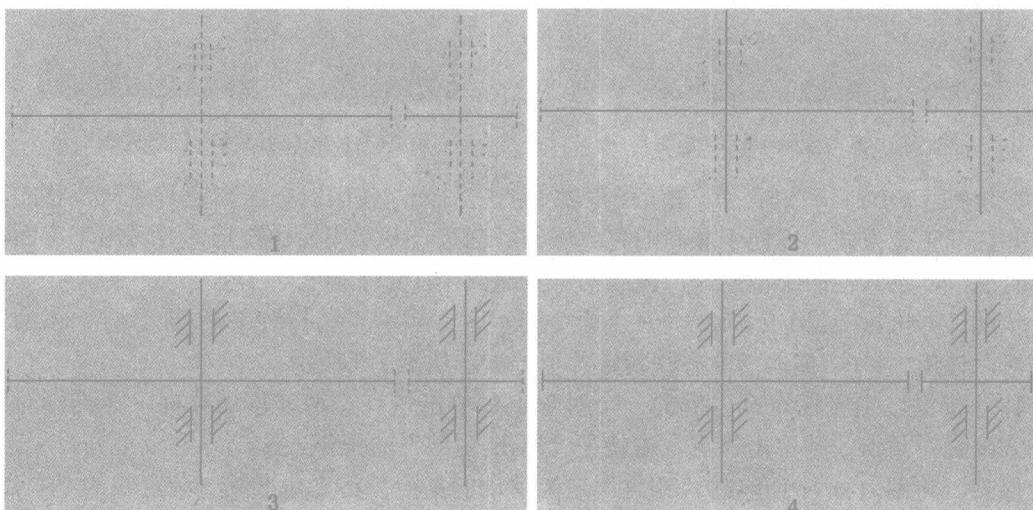

图 1-1 按顺序绘制图形
- 绘制教程中图 1-1 所示的机械传动简图。
先参阅本章的内容，绘制好教程中图 1-58 所示的结果，然后按下述步骤继续操作，其所绘图形顺序如图 1-1 所示。
此后，用户可参照上面的操作，绘制出教程中图 1-1 中所示的其他图形对象。而且用户可采用的操作步骤是多种多样的，只要掌握了 MOVE 与 COPY 命令的使用方法，就能找到自己喜欢的步骤。最后，从“文件”下拉菜单中选择“保存”命令，将上述操作结果命名保存在用户指定的 AutoCAD 图形文件中，本章的练习操作就可以结束了。